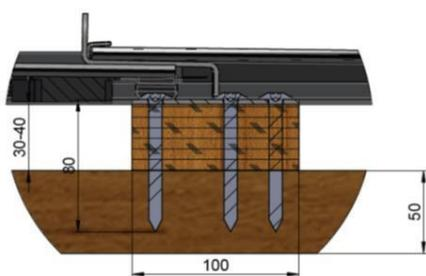

Abbildung 4 Befestigung und Verankerungstiefe
- Die Befestigung erfolgt an einem **innenliegenden Kreuzungspunkt** von Latte und Konterlatte mit den sechs mitgelieferten  $\varnothing$  8mm Holzschrauben, siehe **Abbildung 4**.